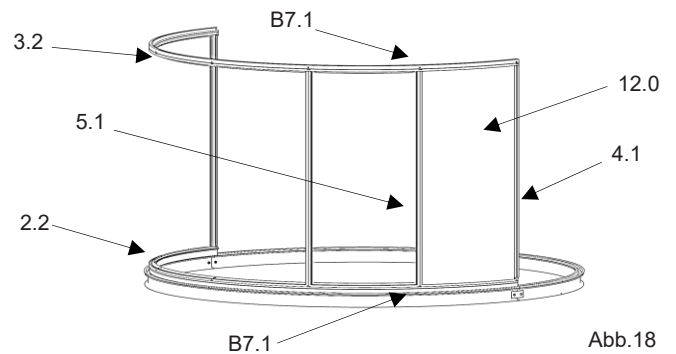

Abb.18
- Mittelsprosse (5.1) mit Senkblechschraube (B7.1) an das Traufprofil (3.2) und Laufrollenprofil (2.2) montieren. (Abb.18)